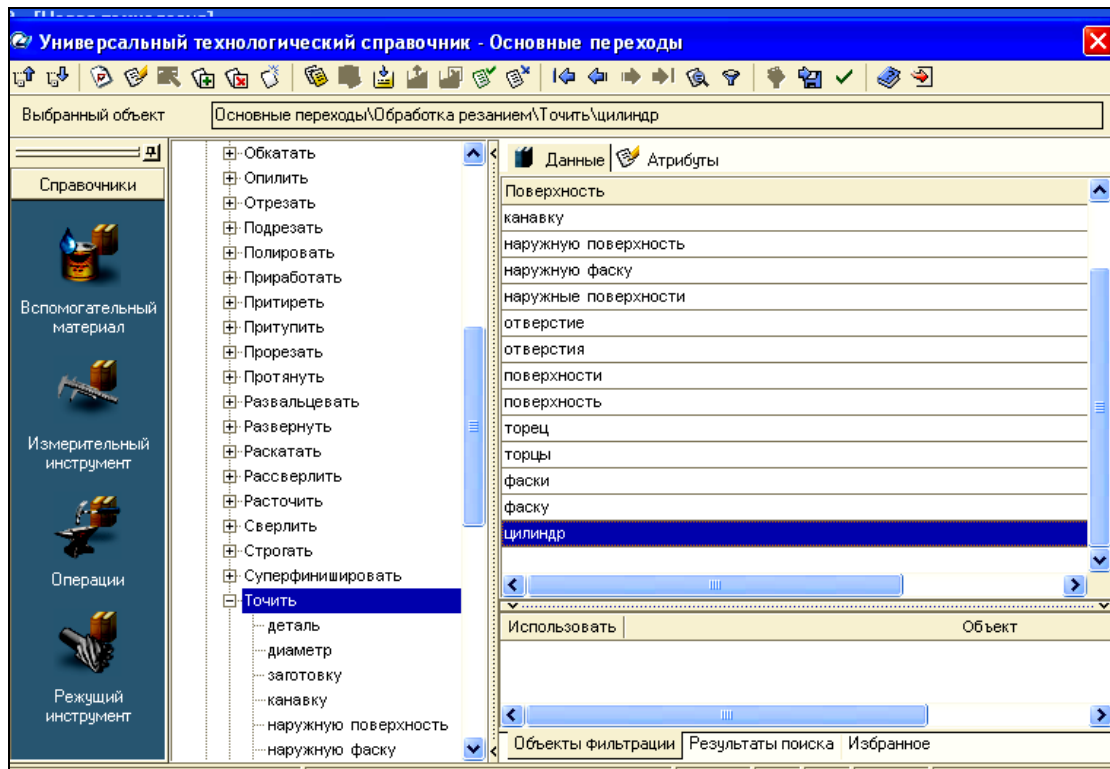

Рисунок 6.2 – Формування тексту основного переходу
3. У вікні Універсального технологічного довідника набрати текст переходу. Наприклад, якщо це основний перехід, послідовно вибрати вид робіт, ключове слово (дієслово в наказовому вигляді), об'єкт обробки (наприклад, поверхня або сукупність поверхонь) та додаткову інформацію для тексту переходу і натиснути на кнопку **Применить**  (рис. 6.2).